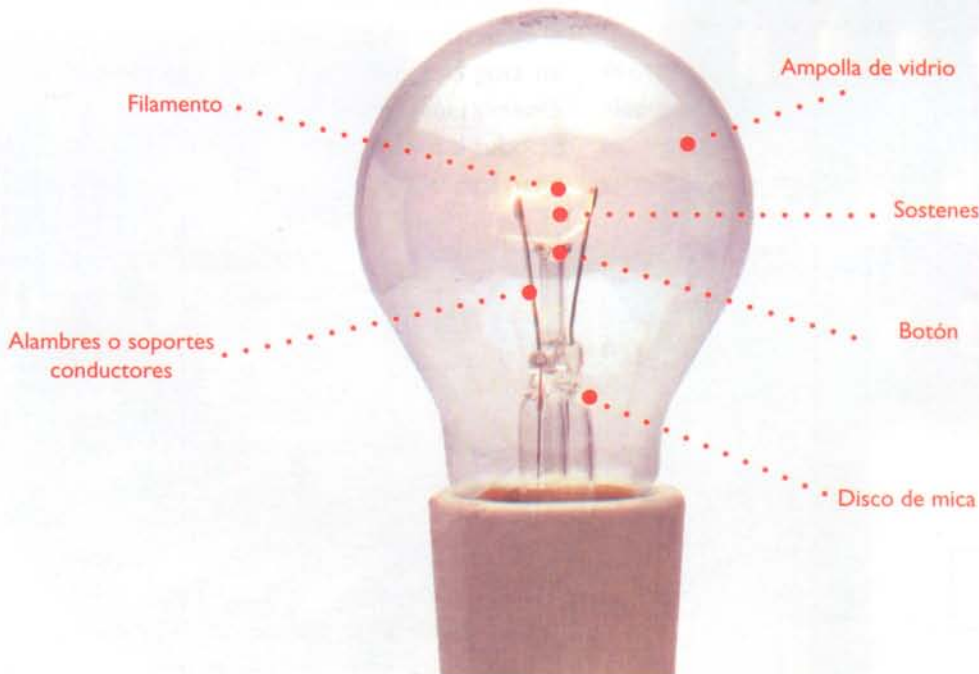
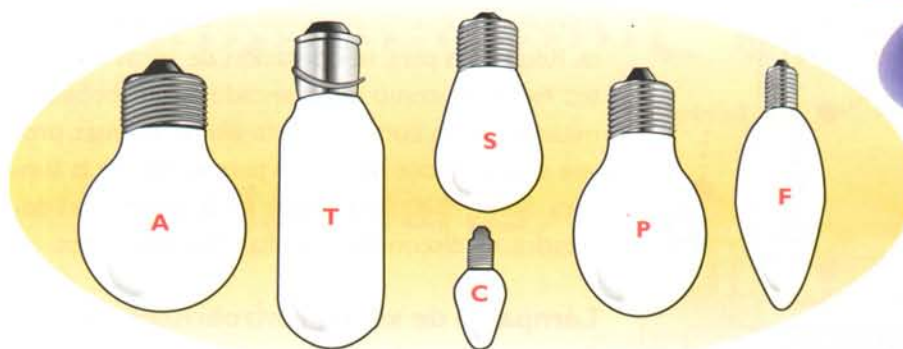

Figura 4.2. Estructura de una lámpara incandescente
Figura 4.3. Formas estándar de lámparas incandescentes
- Un **filamento de tungsteno** enrollado en espiral el cual, debido al paso de la corriente se calienta hasta alcanzar su punto de incandescencia, emitiendo luz. Dicho filamento se encuentra encerrado en una **ampolla** de vidrio a la cual, con el fin de prolongar la vida útil del filamento, se le extrae el aire antes de sellarla y se llena con un gas inerte, figura 4.2. De esta forma se retarda la evaporación del tungsteno y se proporciona una mejor iluminación. Las ampollas o bulbos de las lámparas incandescentes se fabrican en una variedad de estilos y tamaños adaptados para cada uso. Para su designación se utilizan una o más letras que indican la forma (S, F, G, T, A, B, etc.), seguidas de un número, el cual indica el diámetro máximo en octavas de pulgada. Por ejemplo A-25, se refiere a una lámpara tipo A con un diámetro de 25/8". **Figura 4.3**